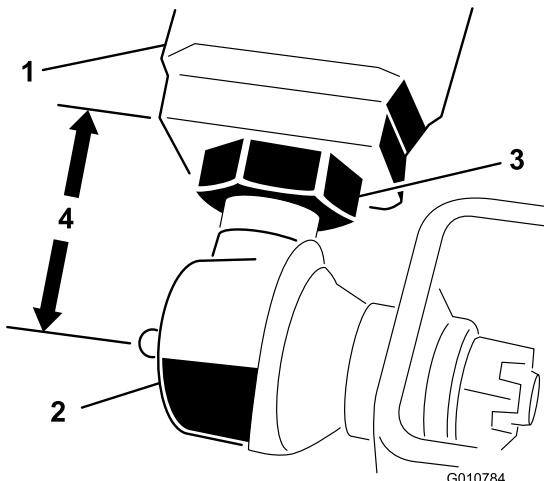

Figura 6
2. Misurate la distanza dall'estremità di ogni braccio di sollevamento al centro del giunto sferico (raccordo d'ingrassaggio). La distanza dovrebbe essere di circa 57 mm (Figura 6).